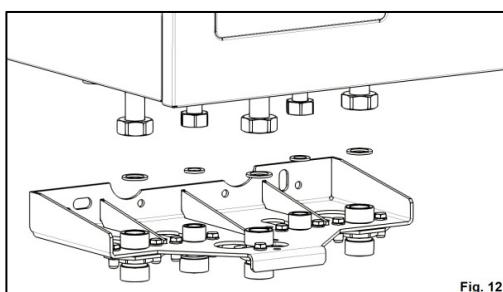
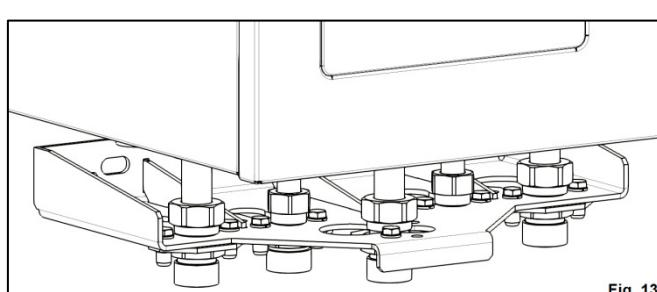

Fig. 12
Fig. 13
**8.** Se atașează ansamblul obținut la tevile montate anterior pe unitate (Fig. 13), asigurându-se corespondența țevilor. Etanșarea (Fig. 12) se relizează prin intermediul garniturilor B (2 buc.) și D (3 buc.) și strângerea piulitelor (30 Nm).